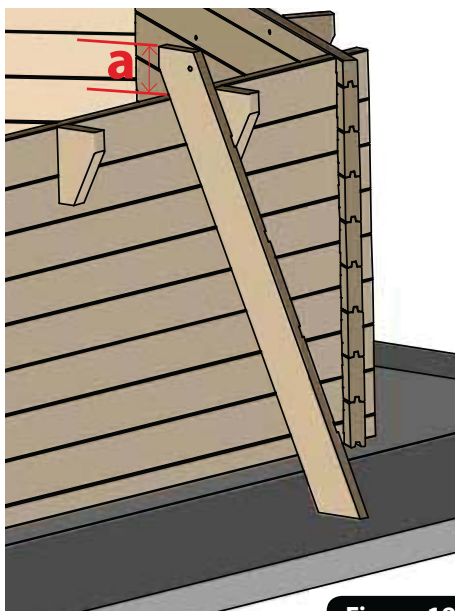

Figure 18
- Recoupez les limons de l'échelle en reportant la dimension a (figure 18) au bas du limon de l'échelle et sciez la partie a extraire.